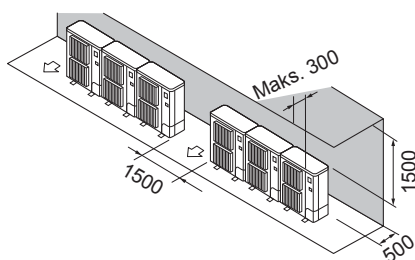

Fig. 2-10
- ② Miejsce ograniczone tylko z tyłu i od góry (Fig. 2-10)